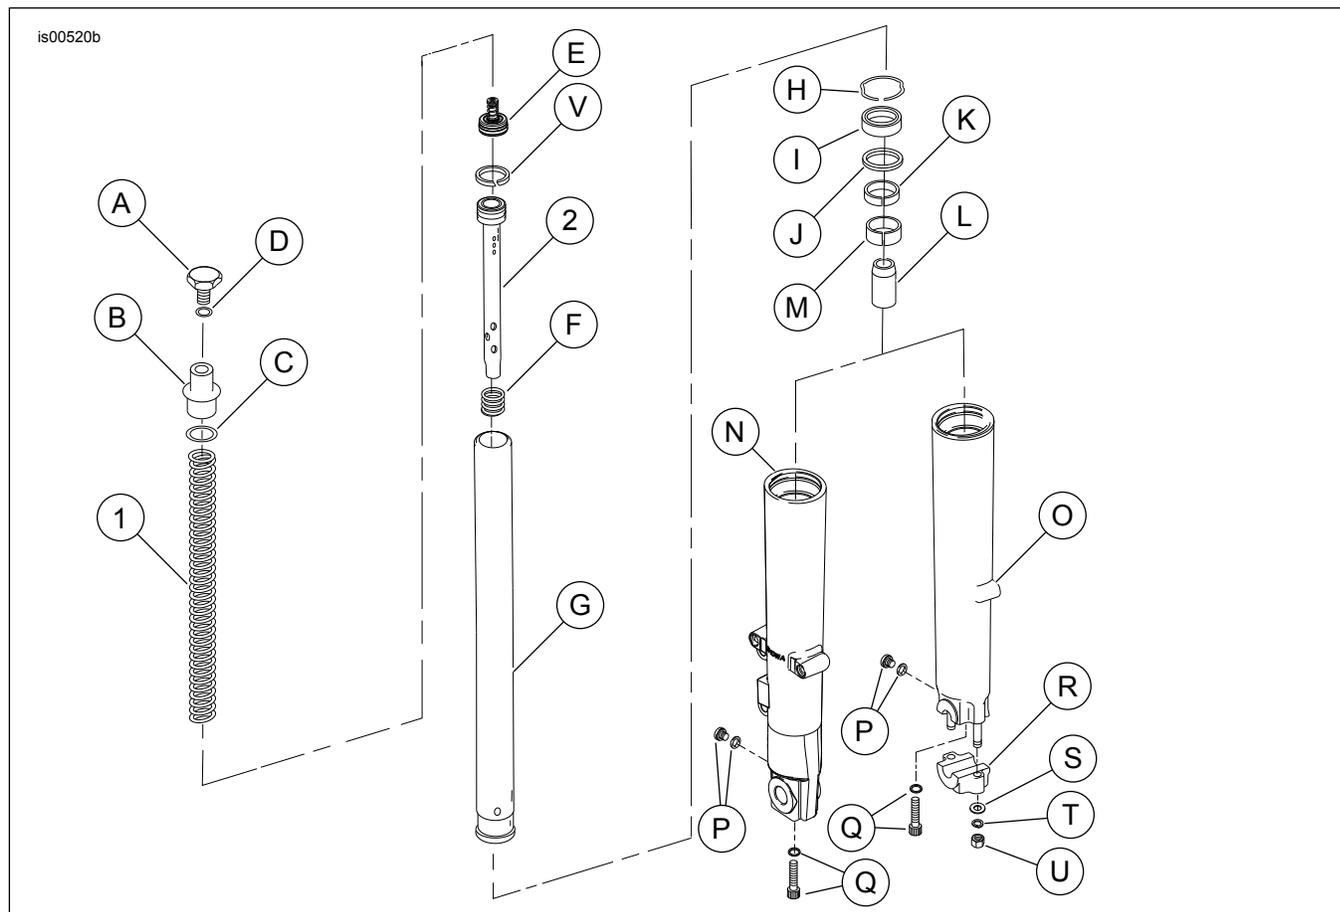

Figura 6. Parti di ricambio: Kit di abbassamento parte anteriore per modelli Touring
2. Vedere Figura 6. Togliere i dadi (U), le rondelle di sicurezza (T), le rondelle piatte (S) e il supporto dell'asse (R) dai prigionieri all'estremità del fodero della forcella (O).
Vedere Figura 6 per i passaggi 4 - 16.
*Vedere Figura 6 per la seguente procedura.*
2. Munirsi di un nuovo tubo dell'ammortizzatore (2). Se necessario, installare un nuovo anello di usura (V, 45859-77A, non incluso) nella scanalatura in cima al nuovo tubo dell'ammortizzatore. Installare la molla di estensione (F) sull'estremità opposta del tubo dell'ammortizzatore.
3. Con l'anello di usura in alto, far scorrere il nuovo tubo dell'ammortizzatore (2) nella canna della forcella, in modo che l'estremità del tubo vada a cadere attraverso il foro in fondo alla canna (H). Installare il dispositivo di blocco dell'olio (L) all'estremità del tubo dell'ammortizzatore.
5. Stendere un velo di olio per forcelle pulito sulla superficie interna della boccola (M). Far scorrere la boccola nella canna della forcella.
6. Far scorrere nella canna della forcella il distanziale della guarnizione di tenuta (J) finché non tocchi la boccola.